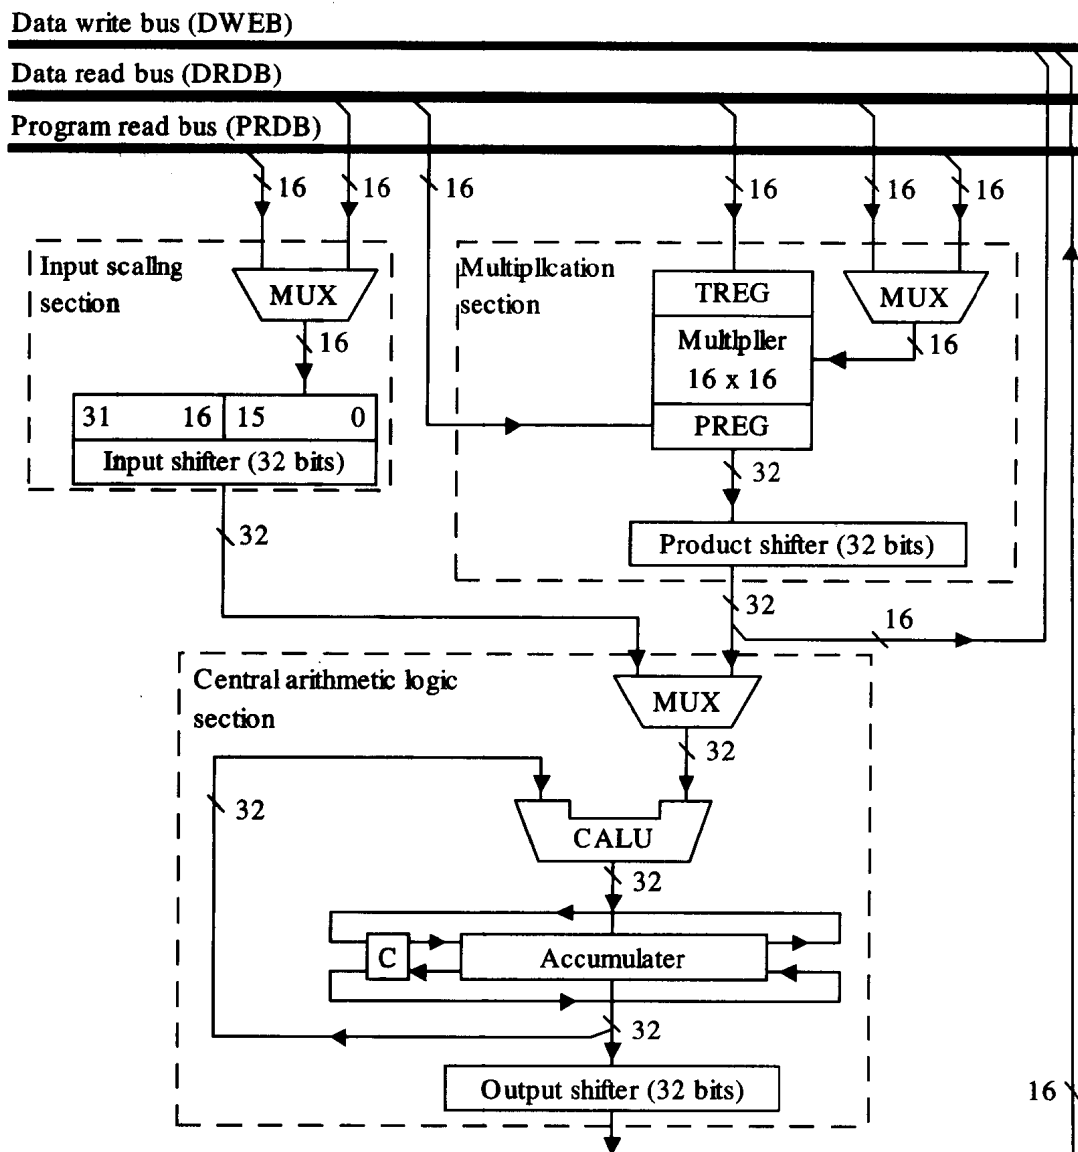

图 1-2 乘法器工作模块图
2. 独立的乘法器 (multiply), 可进行 16×16 bit 的乘法运算, 由累积器 (ACC) 及 16 bit 的“暂时寄存器” (TREG: Temporary Register) 一起输入数据, 其结果会存入 32 bit 的“结果寄存器” (PREG: Product Register) 内。同时也可以有移位 (shift) 的操作。如图 1-2 所示。